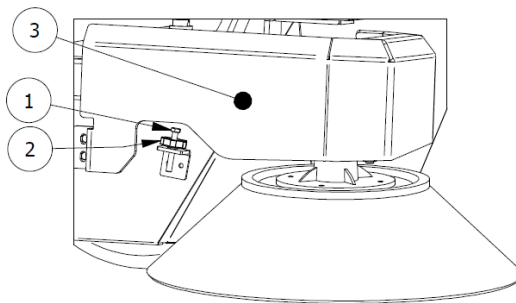

Рис. 41
Когда изнашивается боковая щетка или если вы хотите отрегулировать ее угол наклона на поверхности: Воздействуйте на винт **(Дет. 1 Рис. 41)** для регулировки высоты щетки. Чем ниже винт, тем ниже щетка. Когда желаемая высота будет достигнута, зафиксируйте положение, затянув кольцевую гайку **(Дет. 2 Рис. 41)**.
**ПРИМЕЧАНИЕ:** при необходимости снимите защитный кожух боковой щетки **(Дет. 3 Рис. 41)** и установите его повторно после завершения регулировки.